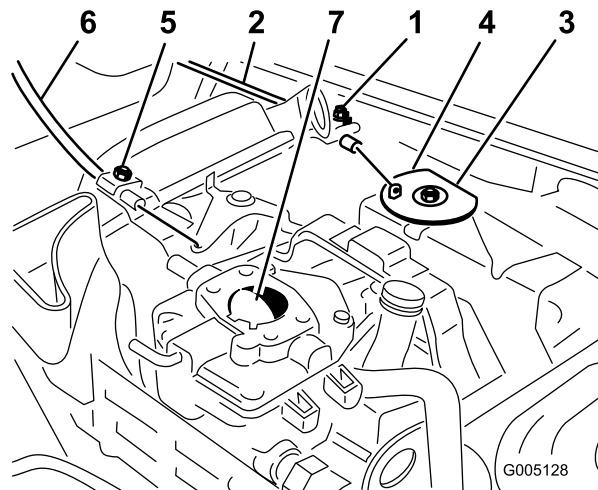

図 50
1. スロットルケーブルをエンジンに固定しているクランプのネジをゆるめる (図 50)。
3. スロットルケーブルを十分に引いて、スイベルの後部をストップに接触させる (図 50)。
3. チョークケーブルを十分に引いてチョークを完全に閉じ、その位置でクランプのネジを締める (図 50)。